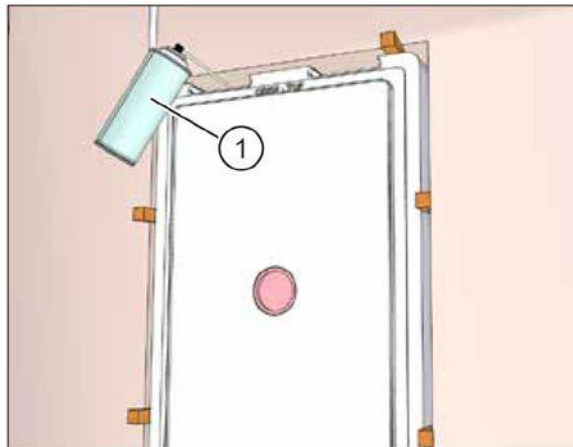

Рис. 18: заполнить пустоты вокруг монтажной коробки, используя монтажную пену
- ▶ Заполните пустоты между монтажной коробкой и стенным проемом сплошь со всех сторон (поз. 1 на рис. 18) с помощью монтажной пены или другим подходящим наполнителем / герметиком.